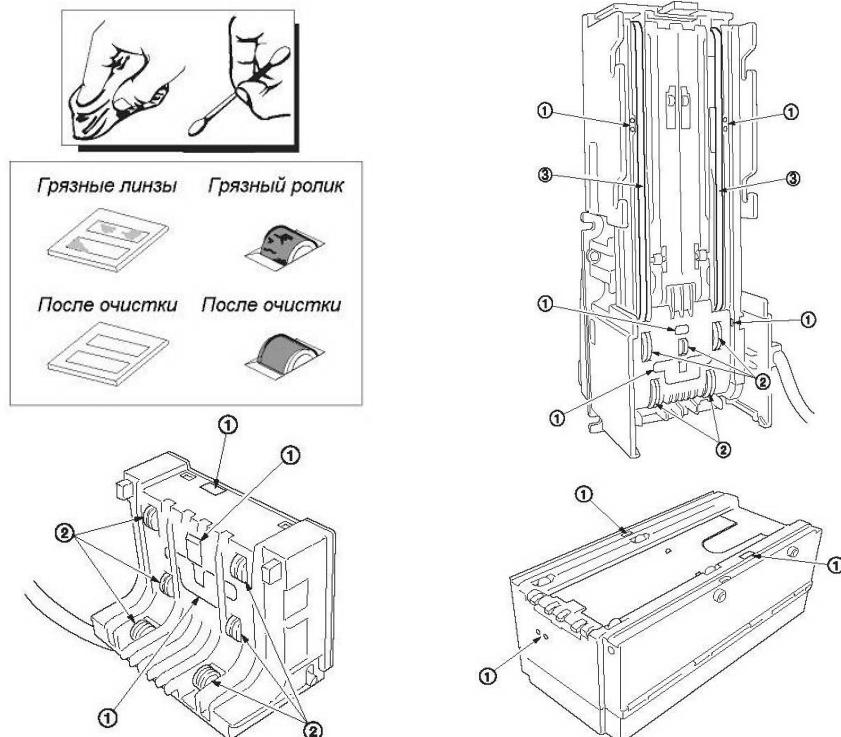

Рисунок 44 - Места очистки от грязи элементов купюорприемника.
- вытащить оптическую часть купюорприемника, см.рисунок 44, и при помощи кисточки удалить пыль из приемного канала;